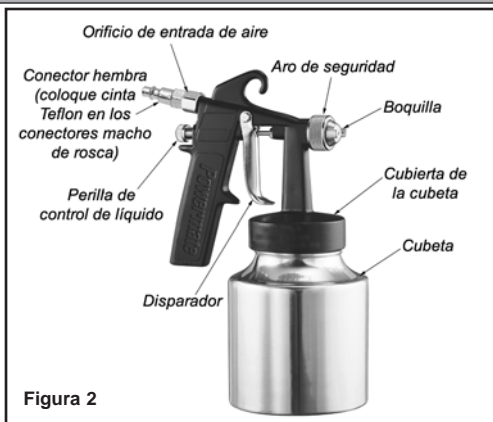

Figura 2
2. Instale un conector hembra NPT de 1/4" (no incluido) en el orificio de entrada de aire de la herramienta (ver Figura 2).
- a. Perilla de control de líquido (ver Figura 2): gire en el sentido de las manecillas del reloj para cerrar y en el sentido contrario para abrir. Esta perilla controla la cantidad de pintura que se mezcla con el aire.